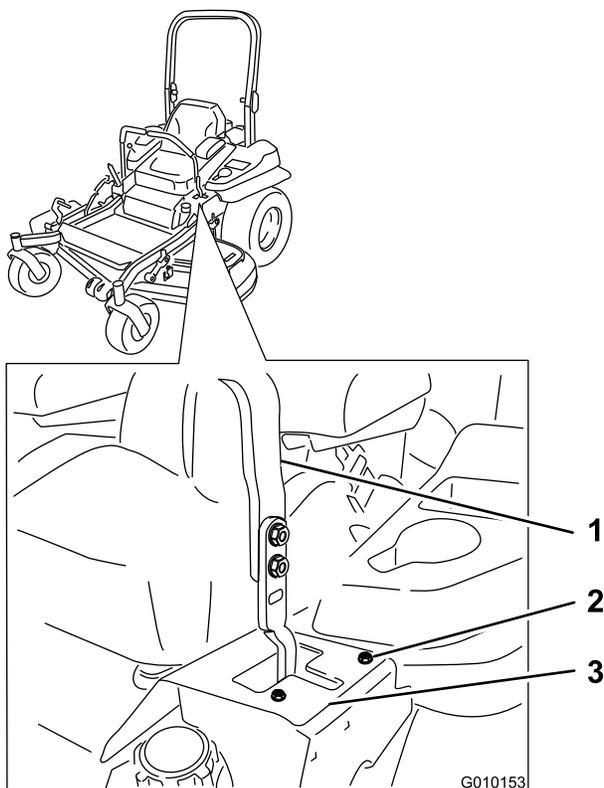

Figure 64
la fente en T gauche, jusqu'à ce que la machine se déplace en ligne droite (Figure 64).
7. Si elle se déporte à gauche, desserrez les boulons et déplacez la plaque de butée droite en arrière sur la fente en T droite, jusqu'à ce que la machine se déplace en ligne droite (Figure 64).
8. Serrez les boulons de la plaque (Figure 64).